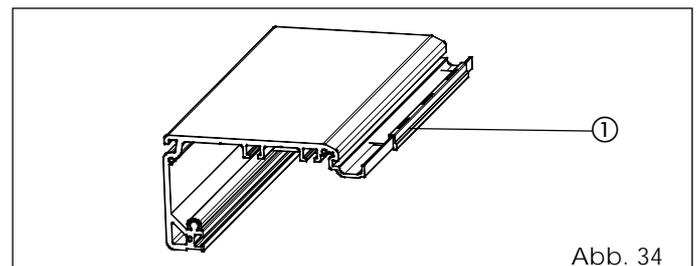

Abb. 34
- Drei Abstandhalter auf die äußere Kante des Stützprofils (Abb. 34 - Bez. ①) setzen und an den Enden, sowie in der Mitte positionieren.